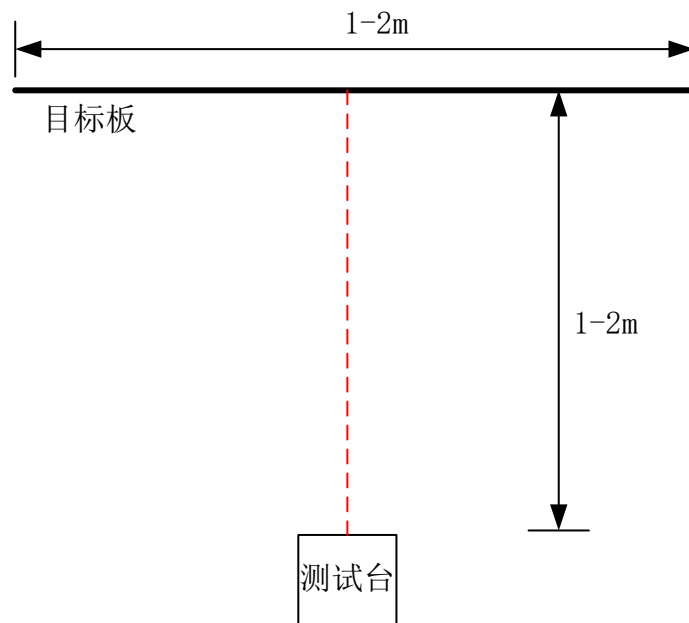

图 1 比赛示意图
2. 比赛场地包括测试台和目标板 2 部分，均由大赛组委会提供。示意图及效果图分别见图 1；